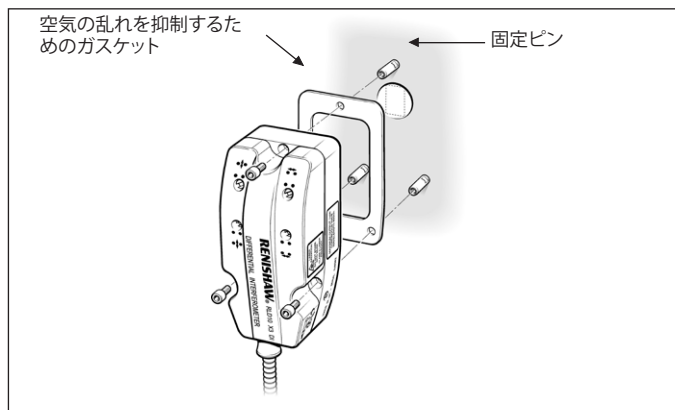

図48 — 空気の乱れを抑制するためのガスケット
13. 空気の乱れの影響を最小限に抑える為には、図48に示す通り、3つのピンの上に専用のガスケットを取り付けます。